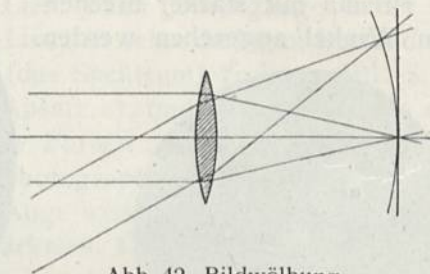

Abb. 42. Bildwölbung
d) **Bildwölbung** oder *Bildfeldwölbung* ist die Folge der Flächenverschiedenheit der Mattscheibe und des vom Objektiv entworfenen *scharfen* Bildes. Die Mattscheibe ist eben, aber das scharfe Bild liegt nicht in einer Ebene, sondern in einer gewölbten Fläche, etwa einer flachen Schale (Abb. 42). Stellt man daher auf die Bildmitte ein, so wird diese scharf, aber nach den Bildrändern hin tritt zunehmende Unschärfe ein, weil die Schnittpunkte der hier wirksamen Lichtstrahlen dem Objektiv etwas näher liegen. Abhilfe: Abblenden.
ist eben, aber das scharfe Bild liegt nicht in einer Ebene, sondern in einer gewölbten Fläche, etwa einer flachen Schale (Abb. 42). Stellt man daher auf die Bildmitte ein, so wird diese scharf, aber nach den Bildrändern hin tritt zunehmende Unschärfe ein, weil die Schnittpunkte der hier wirksamen Lichtstrahlen dem Objektiv etwas näher liegen. Abhilfe: Abblenden.